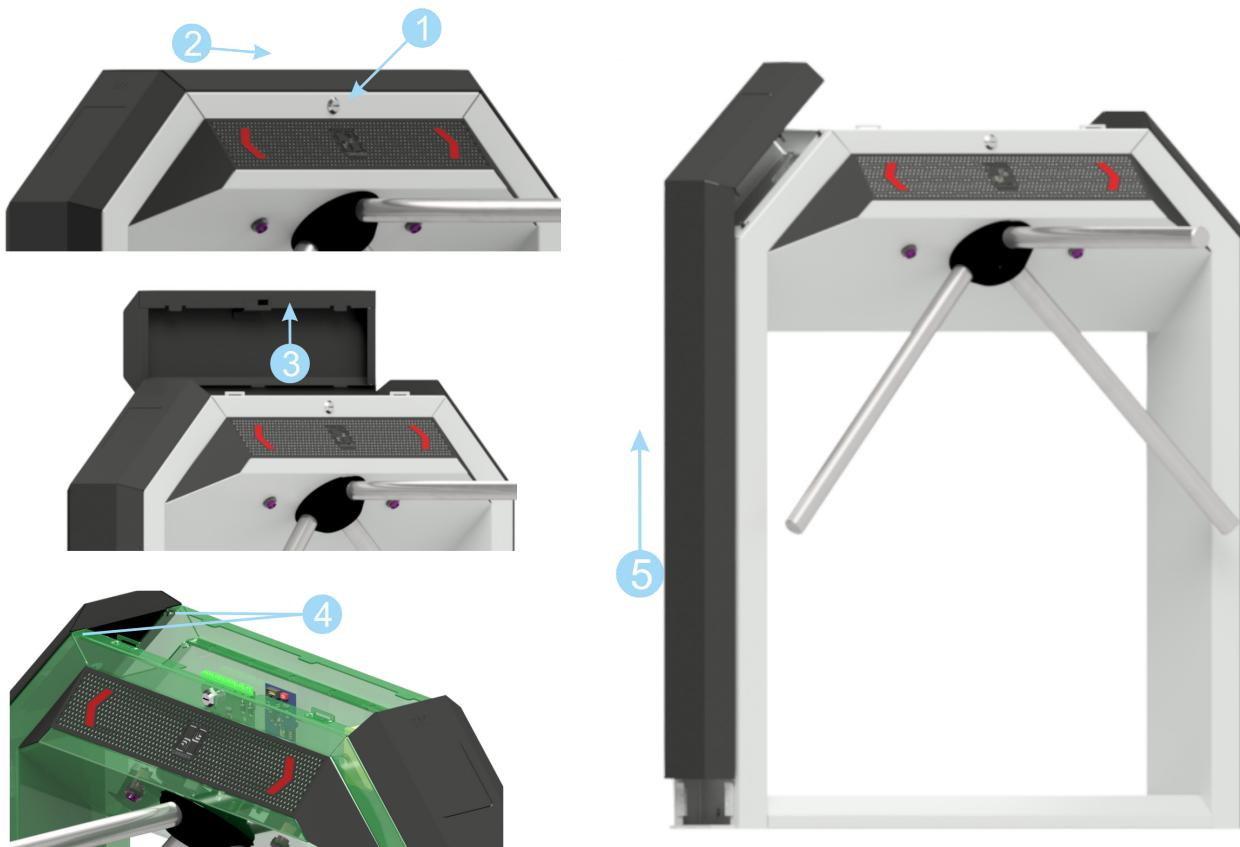

Рисунок 7.4.2 – Разборка кожухов электронной проходной «STR-031».
- 1 Получить доступ к монтажному основанию и контроллеру управления электронной проходной, для этого необходимо выполнить следующие действия (см. рисунок 7.4.2)